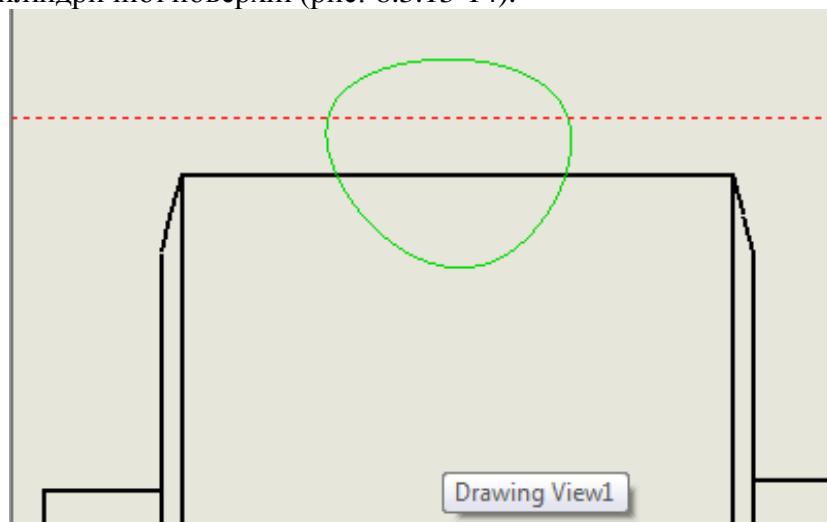

Рис. 8.3.13. Ескіз для створення вирізу
9. Запустіть інструмент  **ВЫНУТЫЙ РАЗРЕЗ (Broken-Out section)** і нарисуйте замкнутий сплайн для створення місцевого вирізу великої шестерні. Як елемент глибини виберіть кромку циліндричної поверхні (рис. 8.3.13-14).